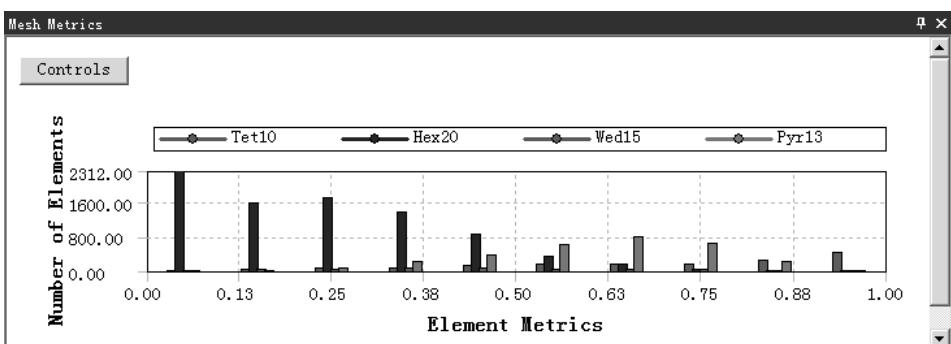

图 5.4.22 检查结果统计图表 (七)
- ◆ 偏度 (Skewness)。它是网格质量检查的主要方法之一，选择此选项后，在信息栏中打开图 5.4.22 所示的检查结果统计图表 (七)。